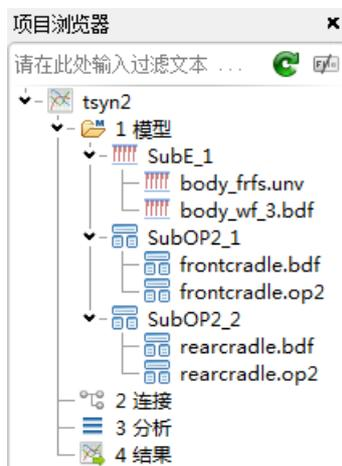

图 4.10 各个子结构相应文件导入后图示
(6) 按照步骤 (4) 和 (5) 将剩余子结构所需的 op2 文件和 bdf 文件分别导入，注意每个子结构要先选择 op2 文件再选择对应的 bdf 网格文件，全部导入后如图 4.10 所示。